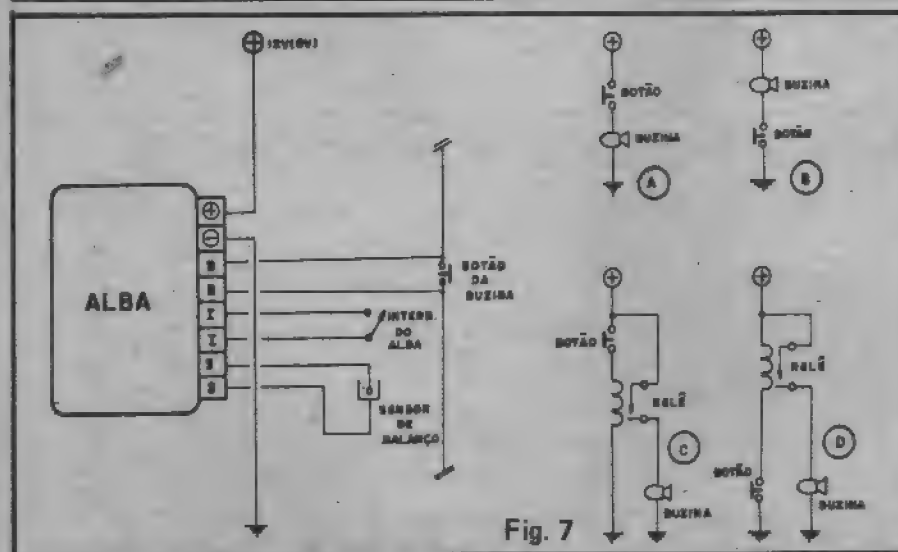

Fig. 7
A fig. 7 (na sua ilustração principal) "mastiga" todos os detalhes da instalação do ALBA no veículo. Notar que as ligações, embora em número não muito pequeno, são simples e diretas, já que, em nenhum caso será necessária alterações ou modificações no circuito elétrico original do carro ou moto. As ligações do ALBA são simplesmente acrescentadas à fiação já existente no carro ou moto...
7. Em qualquer caso, os terminais B-B do ALBA devem ser interligados aos "dois lados" (eletricamente falando) do próprio botão da buzina, podendo ser ignorado todo o resto (desde que as demais conexões do ALBA sejam feitas conforme mostra a parte principal da fig. 7...).